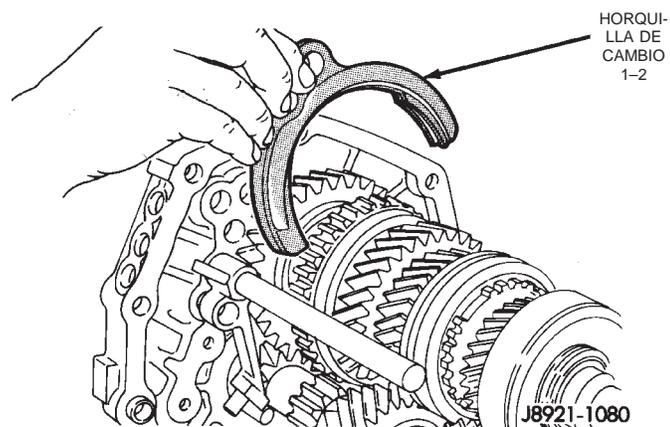

Fig. 84 Instalación de las horquillas de cambio
(12) Instale el anillo C que fija la corredera de cambios de marcha atrás a la placa intermedia.
(13) Instale las horquillas de cambio 1-2 y 3-4 en los manguitos del sincronizador (Fig. 84).